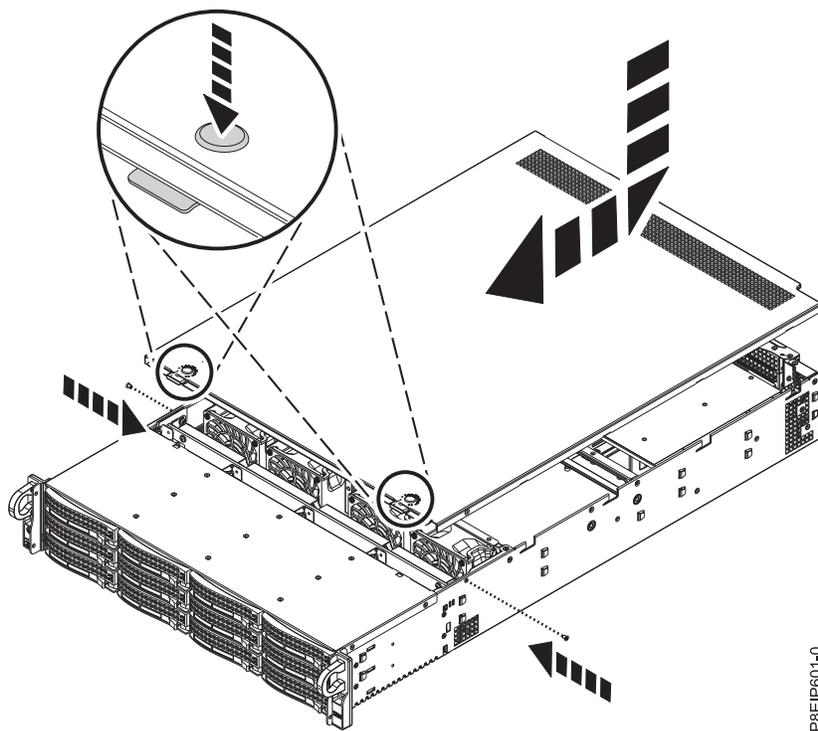

図 96. カバーの再取り付けと固定
2. カバーを所定の位置に収まるまで前方にスライドさせます (図 96 を参照)。